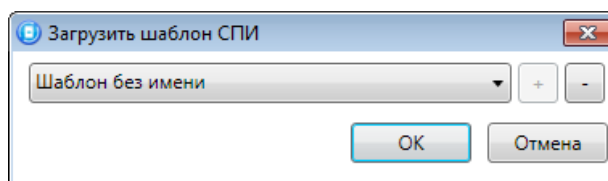

Рисунок 13.4 — Окно *Загрузить шаблон СПИ*
- *Загрузить шаблон настроек*: открытие окна *Загрузить шаблон СПИ* (см. рисунок 13.4), с помощью которого может быть сконфигурирован контроллер по предварительно созданному шаблону. Для того чтобы применить шаблон, выберите его в списке и нажмите кнопку *OK*. Для того чтобы удалить один из сохраненных шаблонов, выберите его в списке и нажмите кнопку .